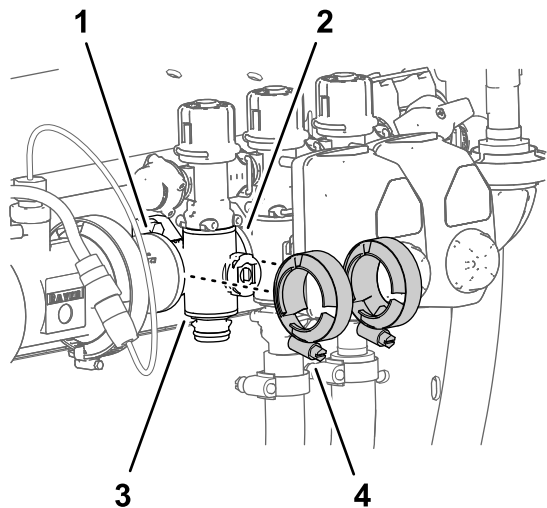

图 107
3. 取下将喷洒臂段歧管阀固定至相邻组件法兰上的 2 个法兰夹具图 107。